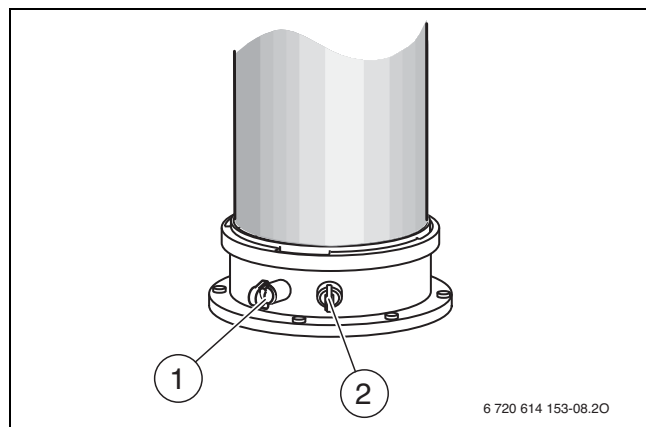

Fig. 45 Tubulure de mesure des fumées et de l'air de combustion
- ▶ Retirer le bouchon sur la tubulure de mesure de l'air de combustion (→ fig. 45,[2]).